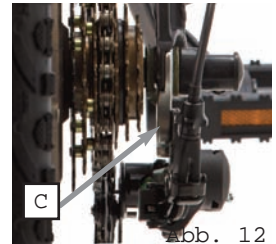

Abb. 12
Meist reicht es bereits aus, die Zugspannung leicht nachzustellen. Hierzu die Stellschraube **C** (Abb. 12) etwas anziehen. Sollte die Nachjustierung zu stark gewesen sein, die Schraube einfach wieder ein wenig in die entgegengesetzte Richtung drehen.
3. Jetzt den Schaltzug straffen und mit der Stellschraube **C** (siehe Abb. 12) fixieren.